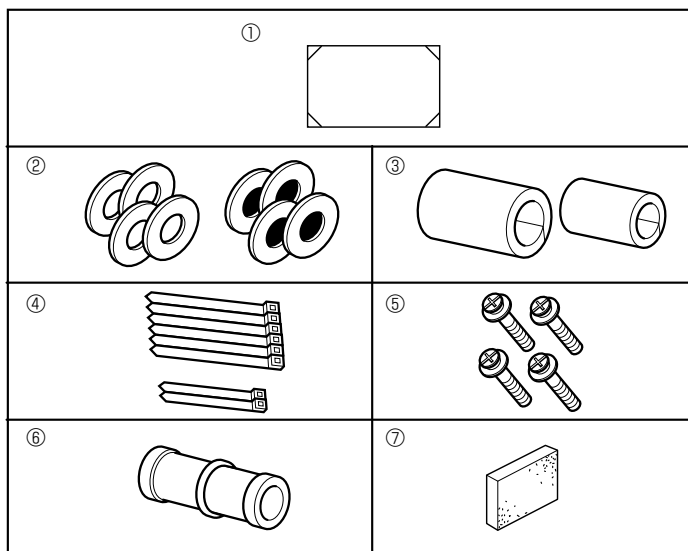

Fig. 2-1
2.1. Zubehörteile der Innenanlage prüfen (Fig. 2-1)